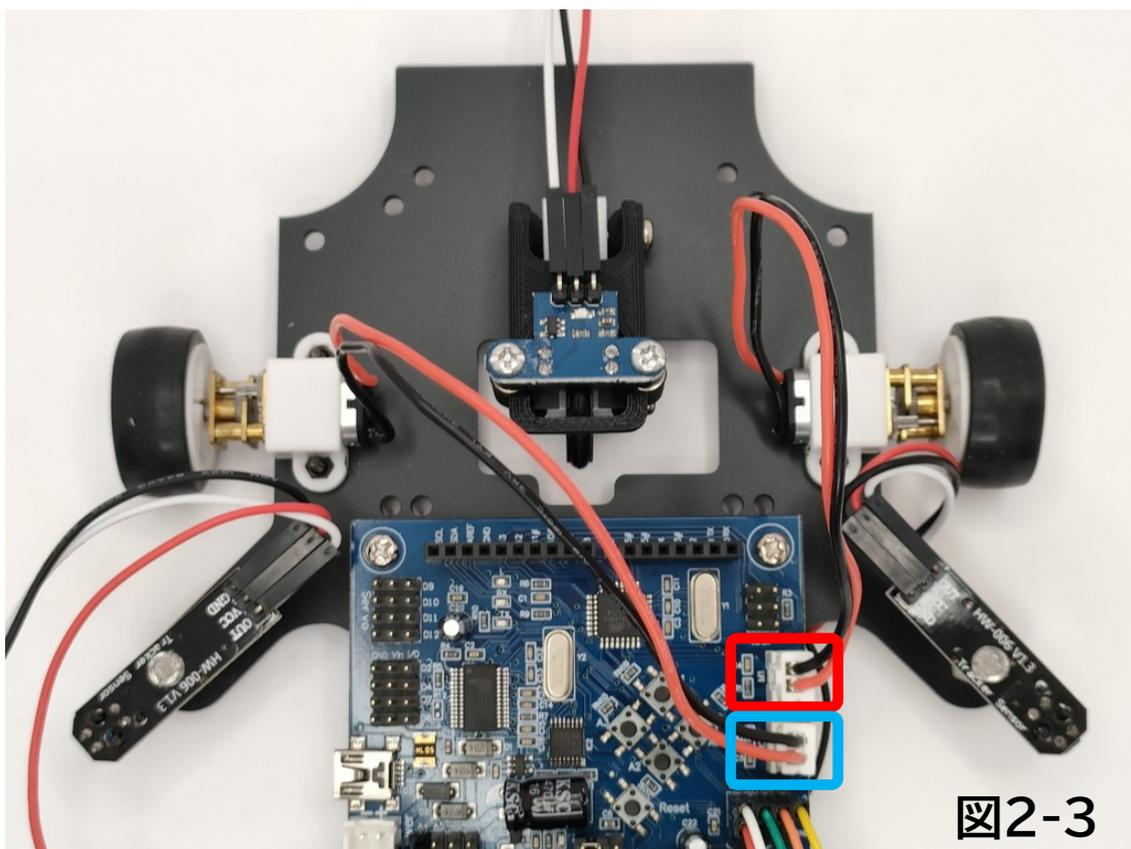

図2-3
2. 図2-3のように「右N20モーター」を青い枠で囲った箇所に、「左N20モーター」を赤い枠で囲った箇所に接続します。